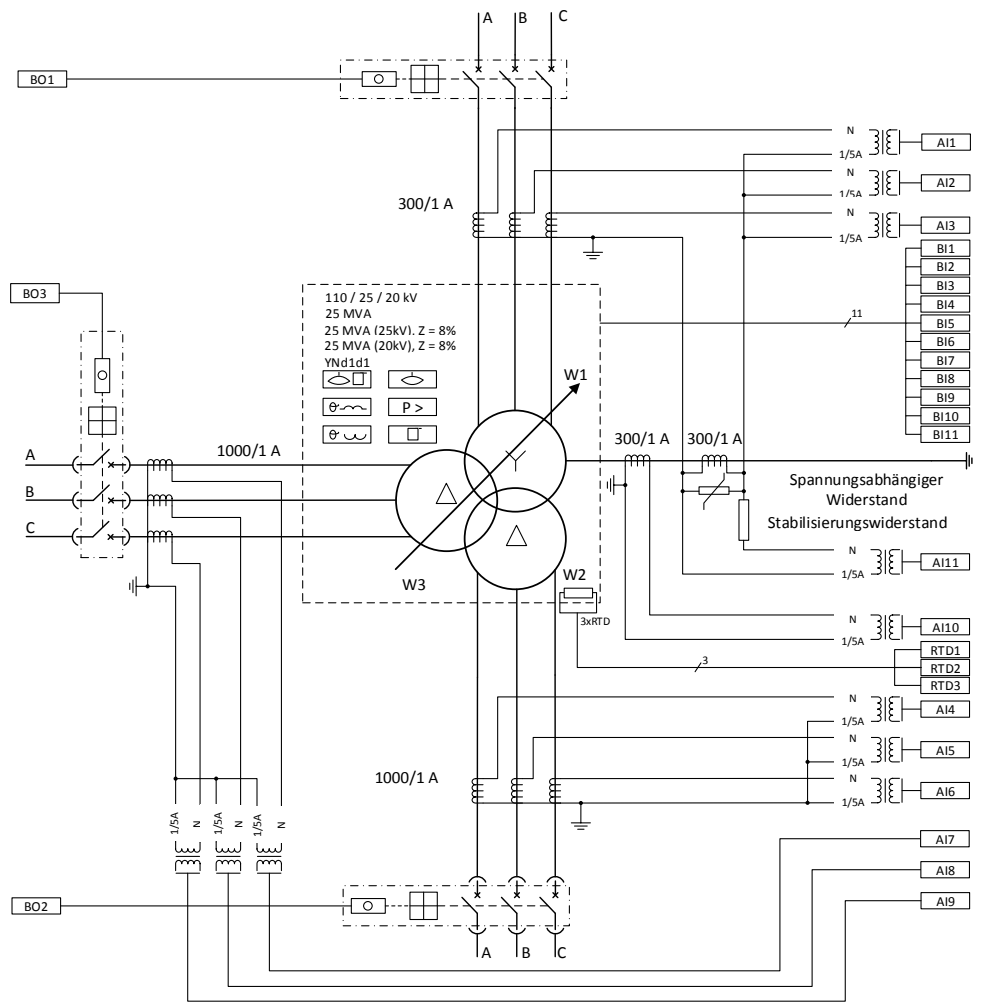

Abb. 14: Relais-Schnittstellen und Stromwandleranschlüsse für den Dreiwicklungstransformator im Beispielfall.
Abbildung 14 zeigt die Anschlussdetails der Analogeingänge (AI), Binäreingänge (BI) und Binärausgänge (BO) des Relais. In diesem Beispiel hat der Leistungstransformator an der HS-Seite (Wicklung 1) einen Laststufenschalter. Die CT-Anschlüsse gemäß Typ 2 (siehe TRxPTDF im Technischen Handbuch), die für den umfassenden Transformatorschutz im Beispielfall benötigt werden, sind ebenfalls dargestellt.